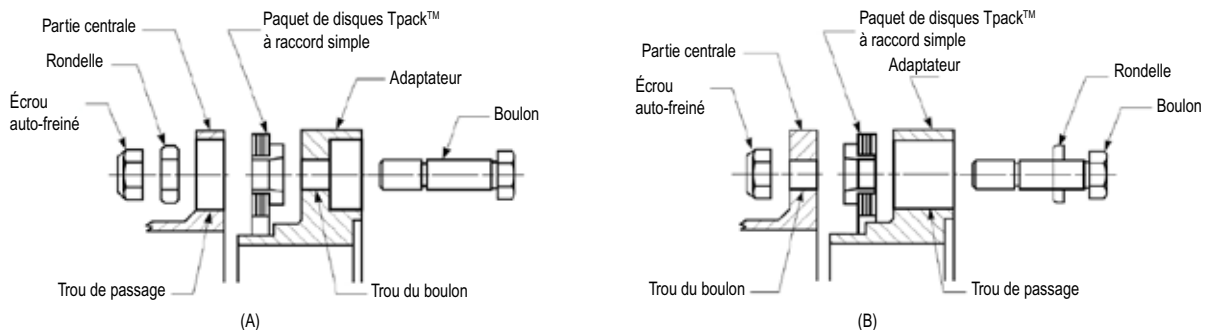

Figure 12 - Paquet de disques Tpack assemblé avec l'adaptateur
10.3. Retirez tous les écrous, boulons, rondelles et paquets de disques. Des clés spéciales peuvent être nécessaires. Nettoyez les deux adaptateurs et la partie centrale en retirant toute rayure et bavure. Voir la figure 12. Remplacez la rondelle tampon si besoin. Installez d'abord les nouveaux paquets de disques sur les adaptateurs.